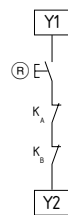

Fig. 3
**Bouton de réarmement externe (démarrage non-surveillé) (Fig. 3)**